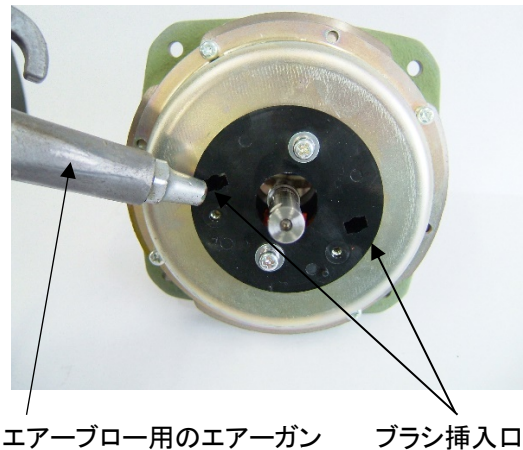

図4 ブラシ挿入口からブラシ粉エアブロー
- (4) 乾燥したエアをブラシ挿入口の穴から吹き込み、ブラシケース内やモータ内部にたまっているブラシ粉をきれいに取り除く(図4)。